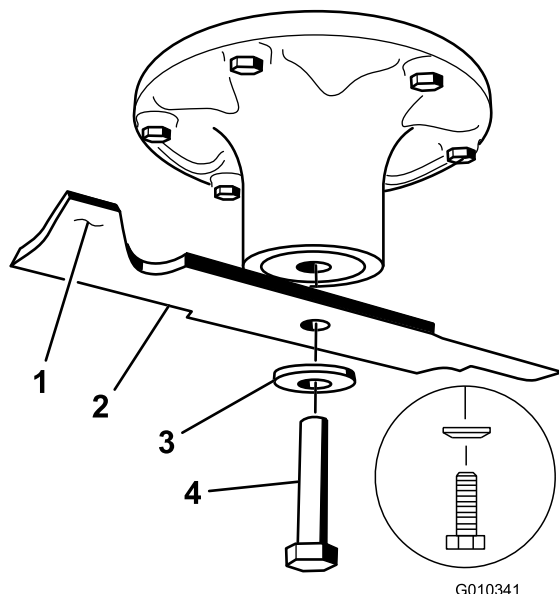
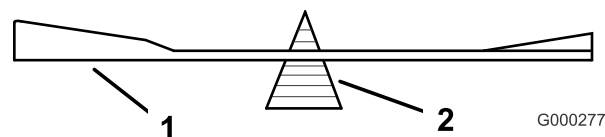

Figura 59
Figura 61
Tenete l'estremità della lama con un cencio o un guanto bene imbottito. Togliete il bullone, la rondella curva e la lama dall'asse del fusello (Figura 59).
2. Controllate l'equilibrio della lama posizionandola su un bilanciatore (Figura 61). Se la lama rimane in posizione orizzontale, è bilanciata e può essere utilizzata. Se la lama non è bilanciata, limate del metallo soltanto dalla costa (Figura 59). Ripetete la procedura finché la lama non è perfettamente bilanciata.
1. Montate la lama sull'asse del fusello (Figura 59).
2. Montate il disco elastico e il bullone della lama. Il cono del disco elastico deve essere rivolto in verso la testa del bullone (Figura 59). Serrate il bullone della lama a 135 - 150 Nm.